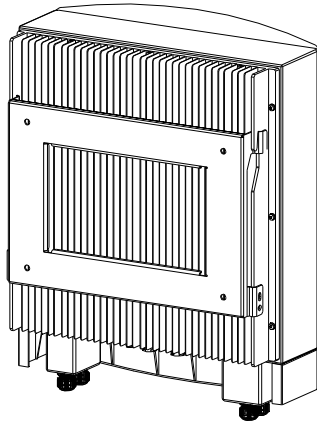

Abbildung 4.5 Wandhalterung
2. Heben Sie den Wechselrichter an (achten Sie darauf, den Rücken nicht zu stark zu belasten), und richten Sie die hintere Halterung des Wechselrichters auf den konvexen Teil der Montagehalterung aus. Hängen Sie den Wechselrichter in die Montagehalterung und vergewissern Sie sich, dass der Wechselrichter gesichert ist (siehe Abbildung 4.5).